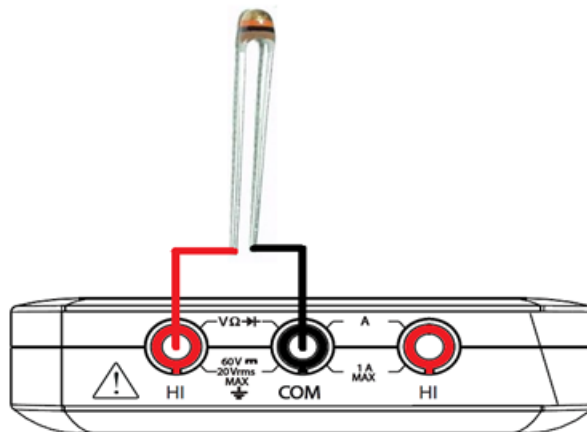

Figura 7.2: Schema di collegamento
Il termistore deve essere collegato al dispositivo myDAQ come una resistenza. Si richiedono un ingresso positivo (HI) su un lato e un ingresso negativo (COM) sull'altro lato, l'orientamento non è importante (figura 7.2).